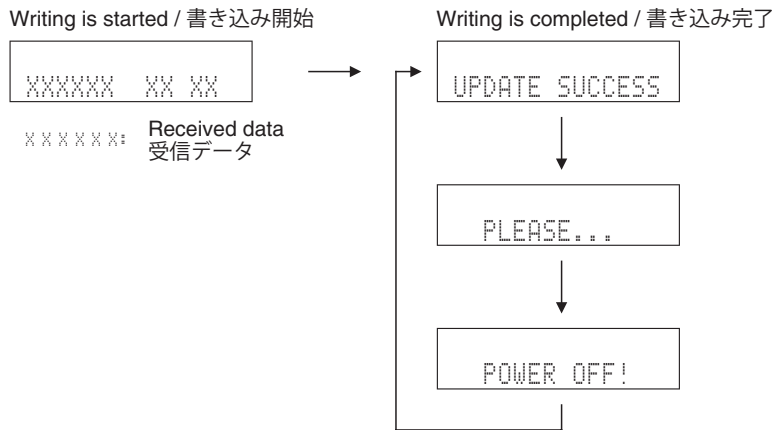

Fig. 3
2. Play the firmware CD on the CD/DVD/BD player. Writing of the firmware starts automatically. (Fig. 3)
3. When writing of the firmware is completed, "UPDATE SUCCESS", "PLEASE..." and "POWER OFF!!" are displayed repeatedly. (Fig. 3)
2. CD/DVD/BD プレーヤーでファームウェア CD を再生すると、ファームウェアの書き込みが自動的に始まります。(Fig. 3)
3. ファームウェアの書き込み完了後、"UPDATE SUCCESS"、"PLEASE..."、"POWER OFF!!" が繰り返し表示されます。(Fig. 3)